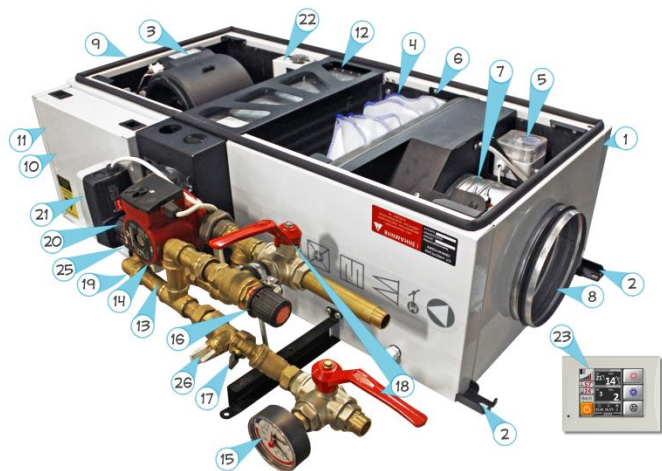
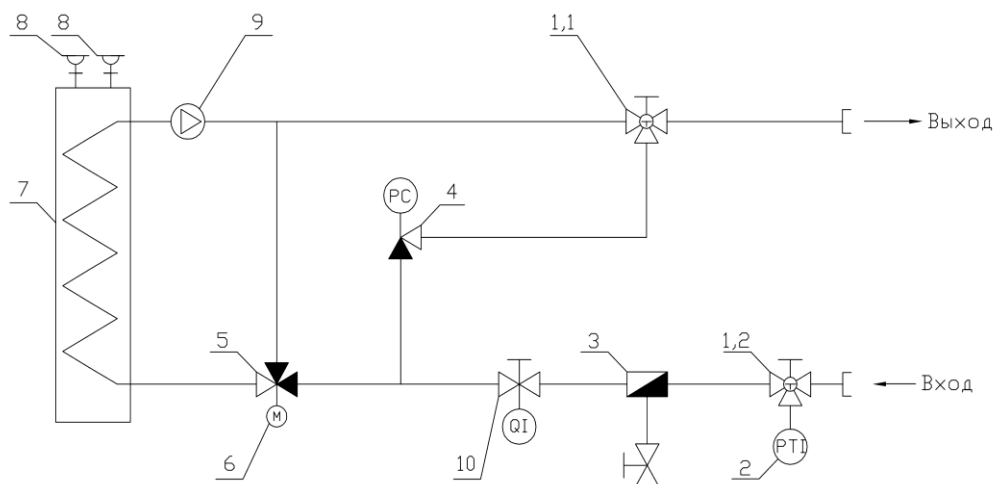

Рис. 1
Рис. 3
В некоторых случаях в процессе эксплуатации может возникнуть необходимость промыть и очистить фильтр сетчатый со сливным краном (Поз. 17 Рис. 1, Поз. 3 Рис. 3).
- подключить установку к системе отопления трубами (сгонами) G3/4" с применением уплотнительных средств в соответствии со схемой (Рис. 3). Стрелками указано место подключения канала входа и выхода теплоносителя.